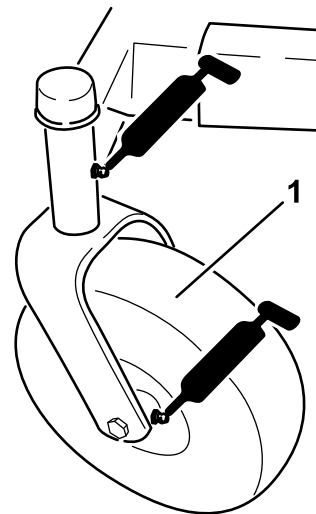
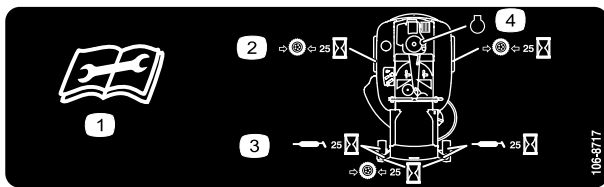

Figura 26
Figura 27
3. Limpie con un trapo los puntos de engrase (Figura 26) y (Figura 27). Asegúrese de rascar cualquier pintura que hubiera sobre los puntos de engrase.
4. Conecte una pistola de engrasar a cada punto de engrase (Figura 26 y Figura 27). Bombear grasa hasta que empiece a rezumar grasa de los cojinetes.